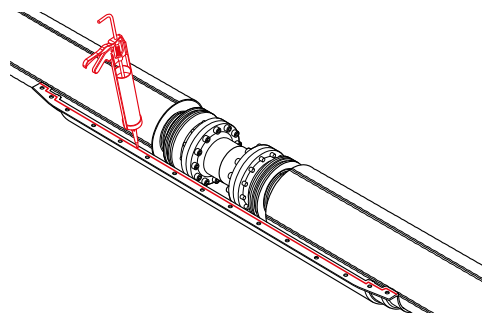

Рис. 4.8.5
5. Нанести герметик на нижнюю половину защитного кожуха по линии последующего соединения с верхней половиной (рис. 4.8.5).